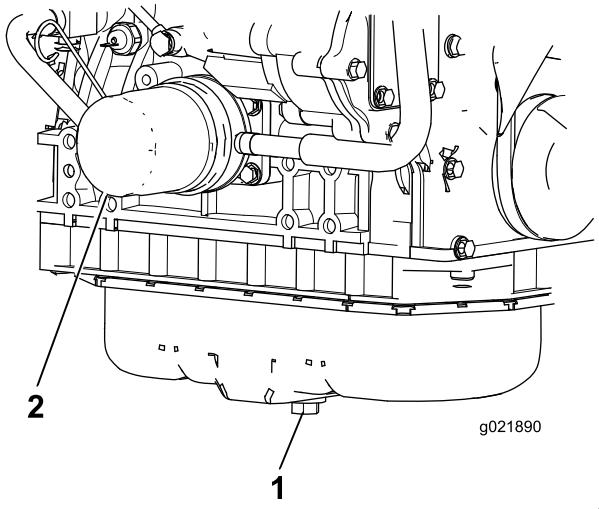

Bild 75
1. Entfernen Sie die Ablassschraube und lassen Sie das Öl in die Auffangwanne ab (Bild 75).
3. Entfernen Sie den Ölfilter (Bild 75).